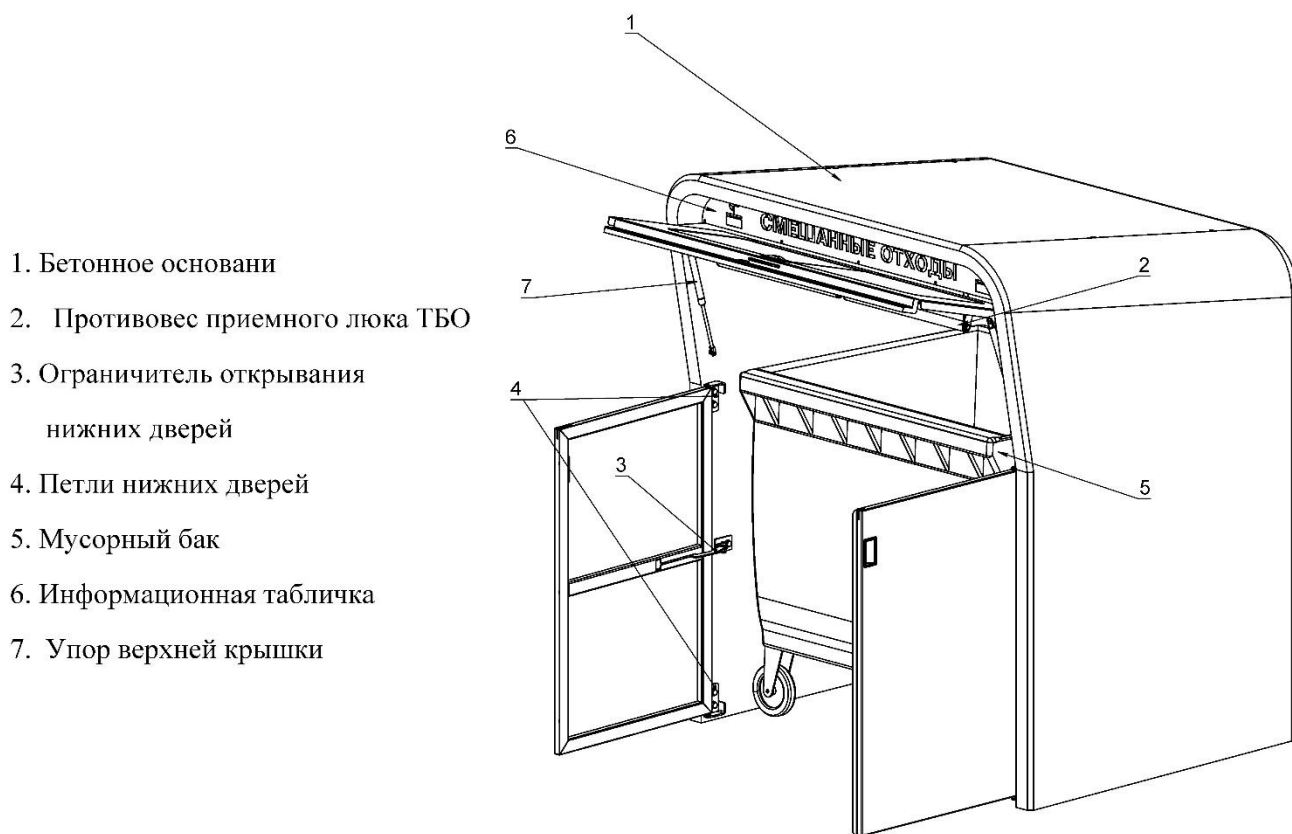

Рис.3 Контейнерный шкаф для приема и хранения ТБО в открытом виде
2. Открыть нижние двери (поз.4, рис.2) до срабатывания ограничителя (рис.3, поз.3)
3. Поднять верхнюю крышку (поз.2, рис.2) до фиксации ее в открытом положении с помощью упора (рис.3, поз.7)